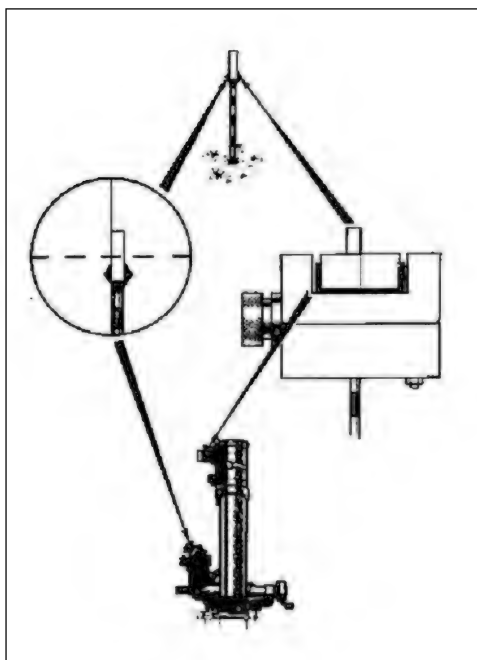

Fig 3-3. Visadas da Baliza
**b.** Alinha-se a linha vertical do telescópio com o lado esquerdo do suporte para a conexão da baliza, agindo no botão do micrômetro de deriva. Aplica-se a alavanca de travamento e verifica-se a deriva registrada no aparelho de pontaria. Se a leitura for igual a zero, o aparelho de pontaria está ajustado ao tubo em deriva. (Fig 3-3)